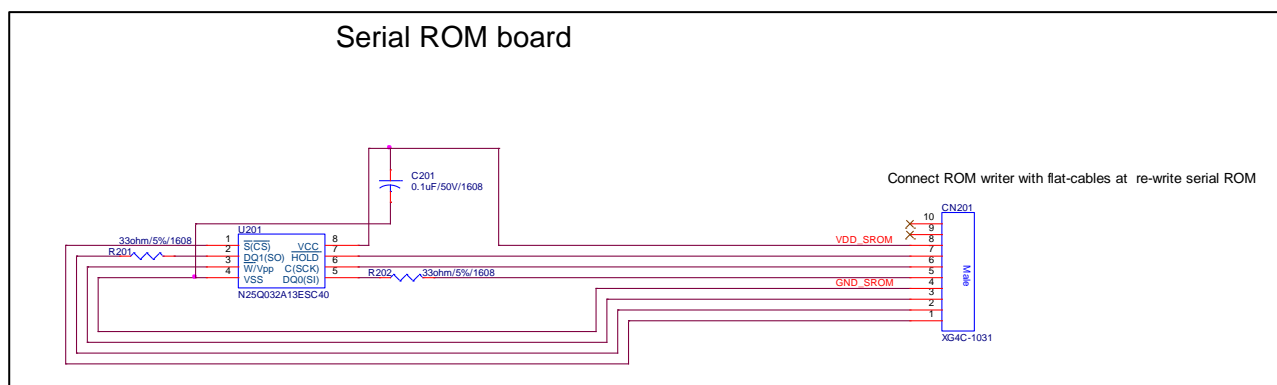

Figure 6-8 S-ROM ボード回路
- 2 章から 4 章の内容と本章の回路設計例で異なる場合は、2 章から 4 章の内容を優先してください。6.1 節に回路設計例 (Figure 6-1-Figure 6-8)、6.2 節に Bill of materials の例 (Table 6-1-Table 6-6) に示します。